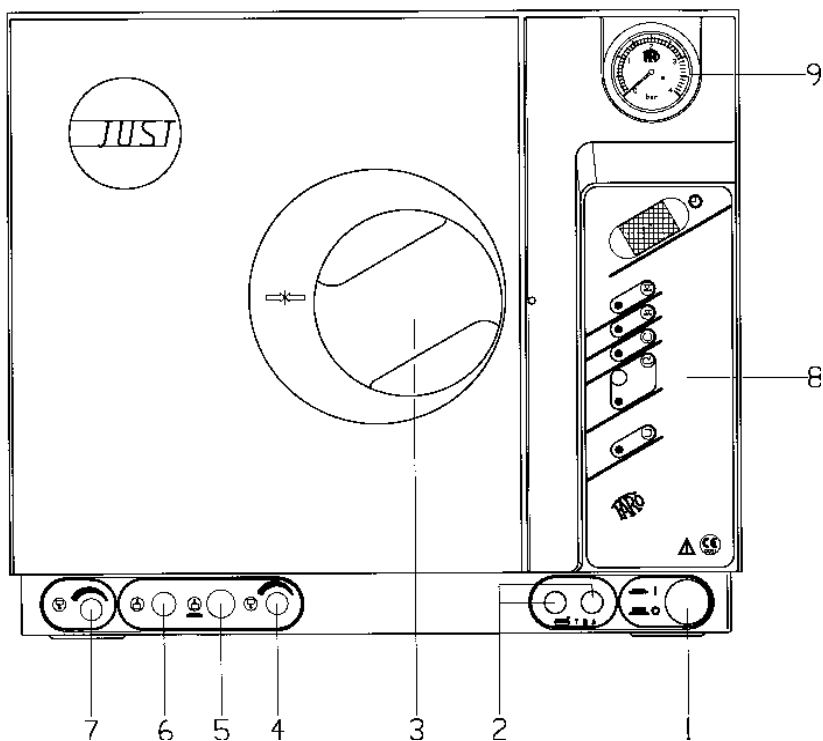
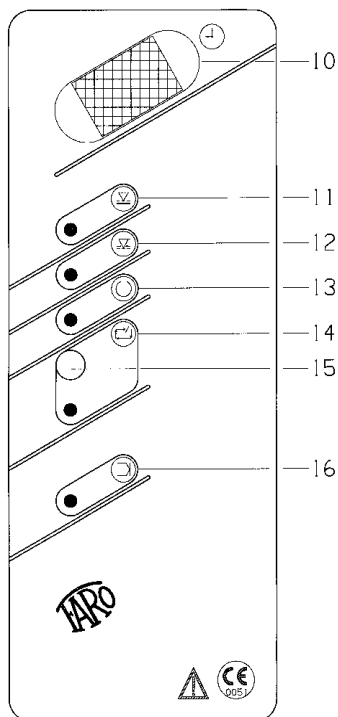

fig. 1
fig. 2
8. Pannello di comando (vedere fig. 2 pag. 10)
- ⌘ Aprire il portello, ruotando in senso antiorario la manopola **3** (fig. 1, pag. 9), estrarre tutto il contenuto dalla camera
- **Premere l'interruttore generale luminoso 1** (fig. 1, pag. 9).
- Aprire il portello, ruotando la **manopola 3** (fig. 1, pag. 9) in senso antiorario.
- Riempire il **serbatoio di carico** con **acqua distillata**, utilizzando il tubo in dotazione. Inserire la parte del tubo con innesto rapido, nell'apposito attacco **6** (fig. 1, pag. 9); infilare l'altra estremità nella tanica, premendo successivamente il pulsante **5 CARICO LIQUIDI** (fig. 1, pag. 9). All'accensione della spia luminosa **11** di **MASSIMO LIVELLO** (fig. 2, pag. 10) rilasciare il pulsante.
- Trascorso il tempo di preriscaldamento, per poter iniziare il ciclo di sterilizzazione è indispensabile chiudere il portello ruotando la manopola **3** (fig. 1, pag. 9) in senso orario, a questo punto sul display digitale **10** (fig. 2, pag. 9) apparirà il tempo di 20 min.
- Il display **10** nella posizione di "00", una segnalazione acustica della durata di 10 secondi e la spia gialla **16** (fig. 2, pag. 10) di **fine ciclo**, avvertiranno che il ciclo di sterilizzazione si è concluso positivamente.
- Dopo l'esecuzione del programma "**ULTIMO CICLO**" la resistenza si spegnerà automaticamente, lasciando accese solo le spie di segnalazione e l'interruttore generale **1** (fig. 1 pag. 9).
- Qualora fosse necessario procedere alla pulizia della camera di sterilizzazione, spegnere sempre l'interruttore generale **1** (fig. 1, pag. 9) e attendere che la camera sia fredda.
- Spegnere l'interruttore generale **1** (fig. 1, pag. 9).
- Controllare lo stato dei fusibili **2** (fig. 1, pag. 9), posti sul pannello frontale dell'autoclave ed eventualmente sostituirli.
- Si è accesa la spia **12** di "minimo livello" (fig. 2, pag. 10): occorre riempire il serbatoio carico (previo svuotamento del serbatoio di scarico).
- Svuotare il serbatoio di scarico **7** (fig.1, pag. 9) che deve sempre essere scaricato ad ogni nuovo riempimento di acqua distillata.